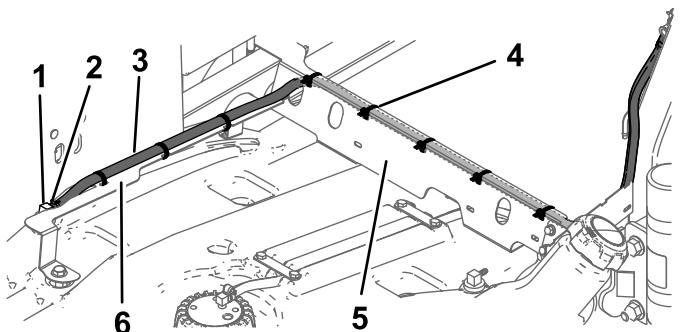

Figura 9
- Conecte la manguera izquierda ($\frac{1}{4}$ " x $54\frac{1}{4}$ ") al acoplamiento delantero usando una abrazadera ($\frac{1}{2}$ "), como se muestra en la Figura 9.
- Enrute la manguera por el soporte del tubo de combustible y por la parte trasera del protector térmico (Figura 9).
8. Sujete la manguera a los soportes usando 8 bridas (3 en el soporte del tubo de combustible y 5 en el protector térmico), como se muestra en la Figura 9.